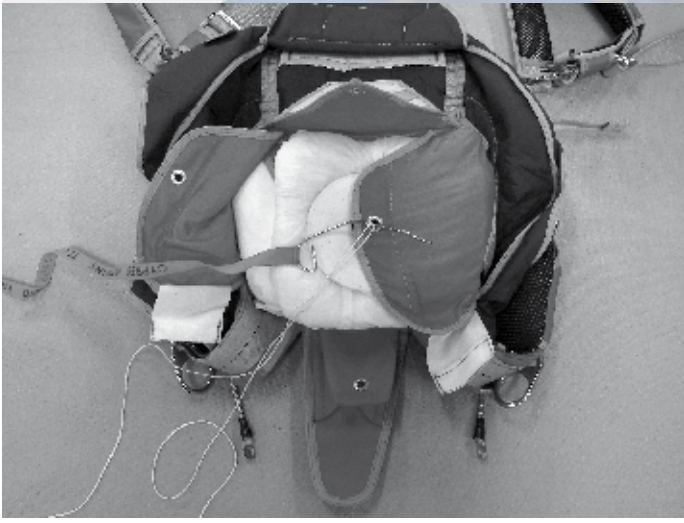

Fig 8
Passez la drisse provisoire dans l'oeillet du rabat latéral gauche et bloquez à l'aide de l'aiguille provisoire.(Fig 8)
*Thread the pull-up cord through the left side flap and secure with temporary pin.(Fig 8)*